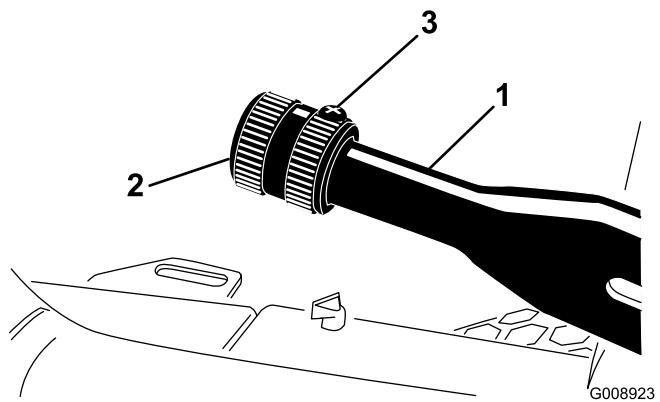

Figure 54
1. Desserrez la vis de fixation du bouton sur le levier du frein de stationnement (Figure 54).